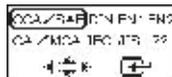

Fig.16
10. Com a seleção de classificação, no aparelho de teste surgirá o ecrã conforme fig. 16 abaixo: